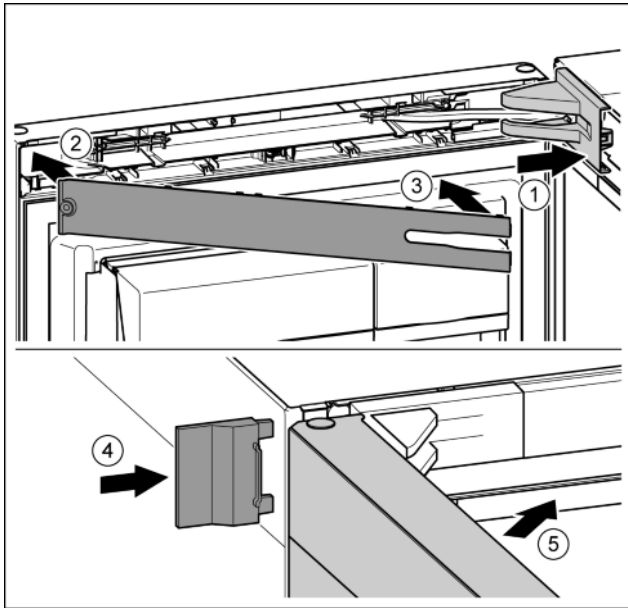

Fig. 23
- ▶ Поставете и фиксирайте капака на лагерната стойка, при нужда внимателно го натиснете настрани. Fig. 23 (1)
- ▶ Поставете капачката. Fig. 23 (2)
- ▶ Завъртете навътре капачката и я фиксирайте. Fig. 23 (3)
- ▶ Нахлузете външния капак. Fig. 23 (4)
- ▶ Затворете горната врата. Fig. 23 (5)